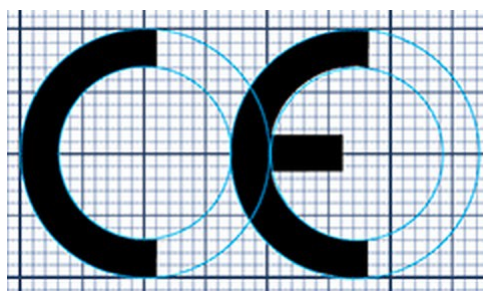

Fig.1
- marchio CE, che deve avere obbligatoriamente un'altezza minima di 5mm. N.B. è importante non distorcere il simbolo e rispettare sempre le proporzioni. Vedi Fig.1